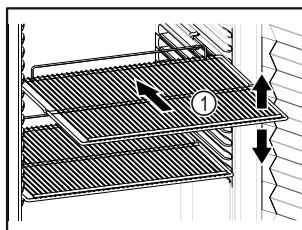

Fig. 62 Exempel
- Om gallren Fig. 62 (1) kan flyttas om ska de anpassas på höjden.